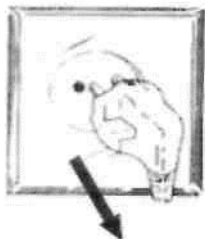

Рис. 11.2.
2. Прекращение подачи электропитания на котел. (Рис. 11.2.)